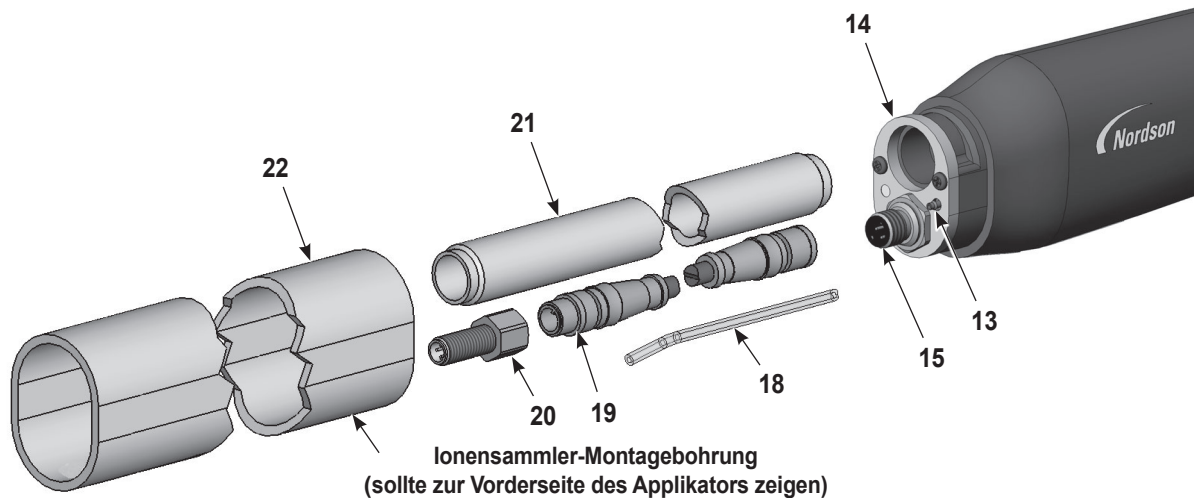
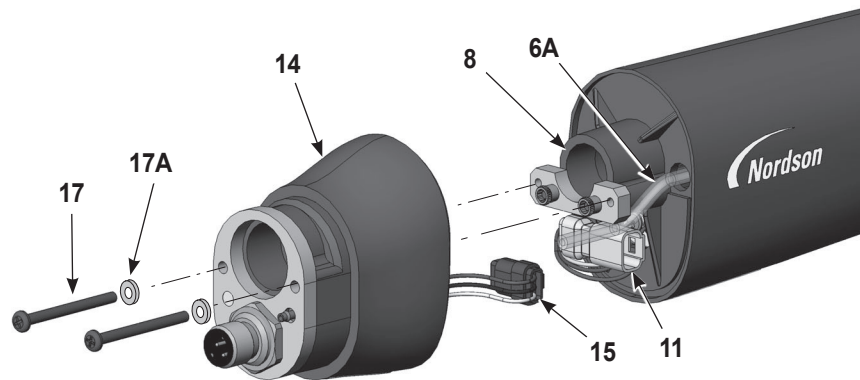
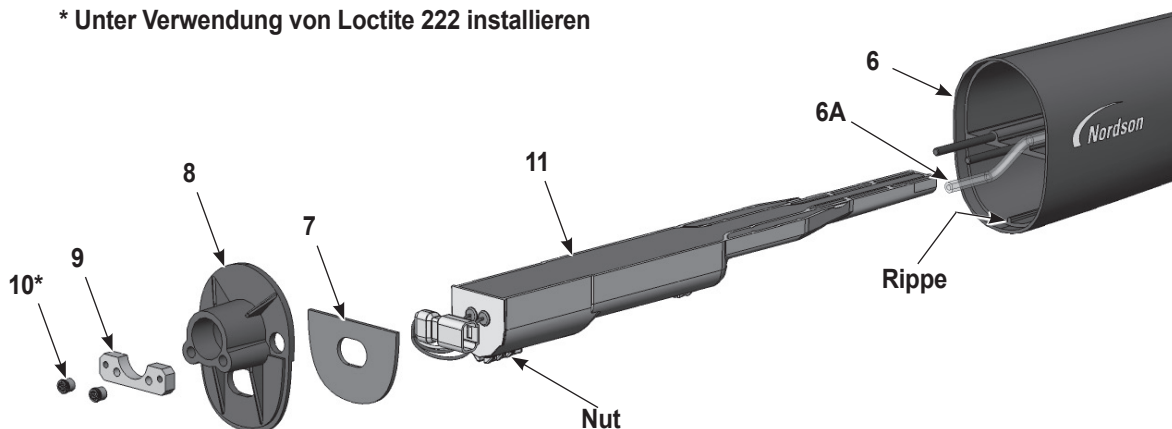

Abbildung 18 Zerlegung des Applikators für Rohrmontage (2 von 5)
Abbildung 19 Zerlegung des Applikators für Rohrmontage (3 von 5)
Abbildung 20 Zerlegung des Applikators für Rohrmontage (4 von 5)
7. Siehe Abbildung 18. Das Montagerohr (22) von der hinteren Gehäusebaugruppe (14) weg und über das Klemmrohr (21) abziehen.
9. Das Verlängerungskabel (19) vom Buchsenkabelstrang (15) trennen.
10. Den transparenten 4-mm-Luftschlauch (18) vom Schlauchsteckanschluss (13) trennen.
11. Wenn das Verlängerungskabel ersetzt wird, die Kabelbuchse (20) entfernen. Wenn nicht, angeschlossen lassen.
12. Siehe Abbildung 19. Die beiden Innensechskantschrauben (17) und Sicherungsringe (17A) vom hinteren Applikatorgehäuse (14) entfernen.
13. Vorsichtig das hintere Applikatorgehäuse weit genug vom Schott (8) abziehen, um den Kabelstrang des Netzteils (11) vom Buchsenkabelstrang (15) trennen und den Filterbaugruppenschlauch (6A) vom Schlauchsteckanschluss im hinteren Gehäuse trennen zu können.
14. Siehe Abbildung 20. Mit einem 1/8-Zoll-Innensechskantschlüssel die beiden Innensechskantmutter (10) abschrauben und anschließend die Schraubplatte (9) vom Schott (8) trennen. Anschließend das Schott vom Applikatorgehäuse (6) entfernen und dabei den Kabelstrang des Netzteils durch das Schott führen.
15. Das Netzteil (11) aus dem Applikatorgehäuse schieben.
17. Die Dichtung (7) ist mit Haftklebstoff am Schott befestigt. Wenn die Dichtung beschädigt ist, die Dichtung durch eine neue ersetzen.
1. Siehe Abbildung 20. Das Netzteil (11) in das Applikatorgehäuse (6) installieren. Dabei sicherstellen, dass die Rippe am Applikatorgehäuse in der Nut am Netzteil sitzt. Das Netzteil fest in das Applikatorgehäuse einsetzen.
2. Den Kabelstrang des Netzteils durch das Schott (8) führen, dann das Schott und die Schraubplatte (9) auf die Stehbolzen des Applikatorgehäuses installieren. Gewindesicherungslack Loctite 222 auf die Gewinde der Innensechskantmutter (10) auftragen und diese auf die Stehbolzen schrauben. Die Muttern mit einem 1/8-Zoll-Innensechskantschlüssel mit 0,45 N•m (64 inch-ounces) festziehen.
3. Siehe Abbildung 19. Den Buchsenkabelstrang (15) an den Kabelstrang des Netzteils (11) anschließen. Die Kabelstecker (11, 15) in die hintere Gehäusebaugruppe in die abgebildeten Positionen schieben.
4. Den Filterbaugruppenschlauch (6A) am Schlauchsteckanschluss im hinteren Gehäuse anschließen. Übrigen transparenten Luftschlauch in das Applikatorgehäuse führen, dann das hintere Gehäuse mit den Schrauben (17) und Sicherungsringen (17A) am Schott installieren.
5. Siehe Abbildung 18. Das Klemmrohr (21) in das hintere Gehäuse (14) schrauben.
6. Das Verlängerungskabel (19) an den Buchsenkabelstrang in der hinteren Gehäusebaugruppe anschließen.
7. Den transparenten 4-mm-Schlauch (18) an den Schlauchsteckanschluss an der hinteren Gehäusebaugruppe anschließen.
8. Das Montagerohr (22) so ausrichten, dass die Bohrung für den Ionensammler zur Vorderseite des Applikators zeigt.